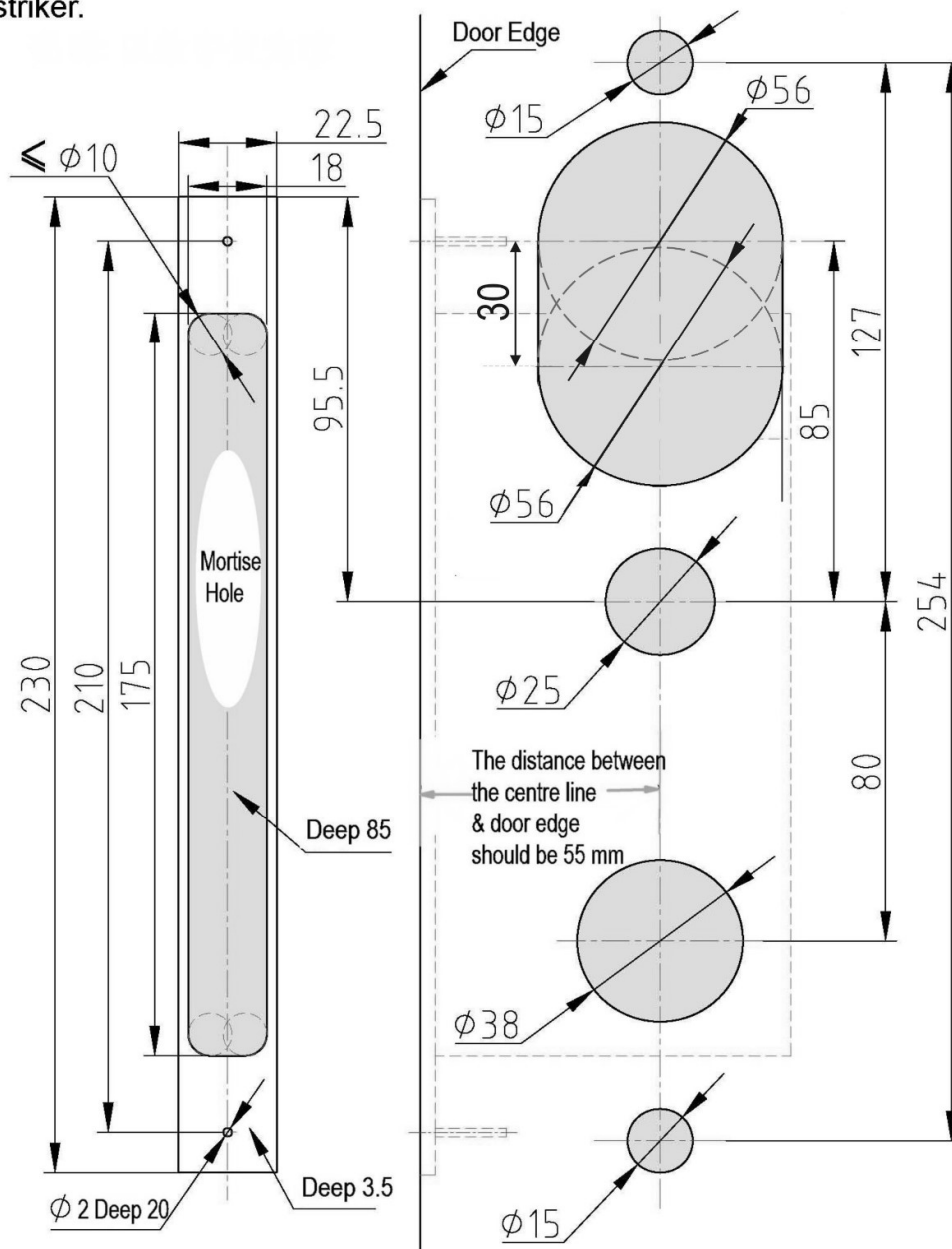

Figura 4 Planul de găurire PENTRU MORTIZA EUROPEANA CU STRIKER
1. Desenați linii pentru poziționarea găurilor pe fețele ușii în funcție de înălțimea la care doriți să instalați yala conform indicațiilor din figura 4.
2. Desenați conturul pentru decuparea laterală conform indicațiilor din figura 4.